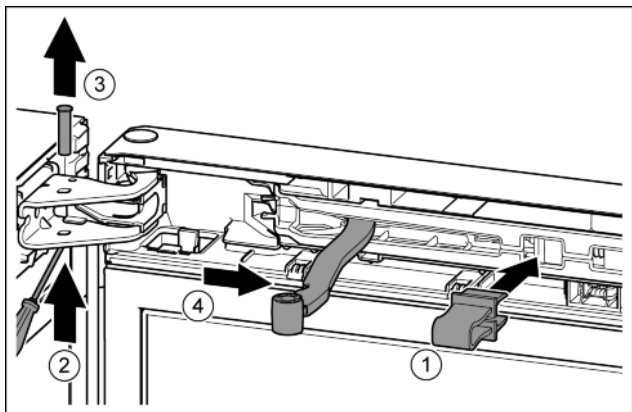

Fig. 7
- ▶ Pojistku nechte zapadnout do otvoru. Fig. 7 (1)
- ▶ Šroubovákem vysuňte čep. Fig. 7 (2)
- ▶ Čep vytáhněte nahoru. Fig. 7 (3)
- ▶ Otočte kloub směrem ke dveřím. Fig. 7 (4)